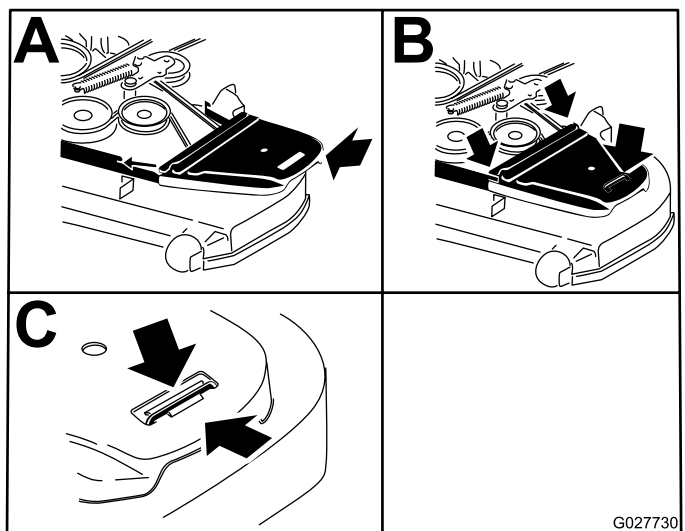

Figure 62
10. Reposez les protège-courroies et serrez les boulons (Figure 62).